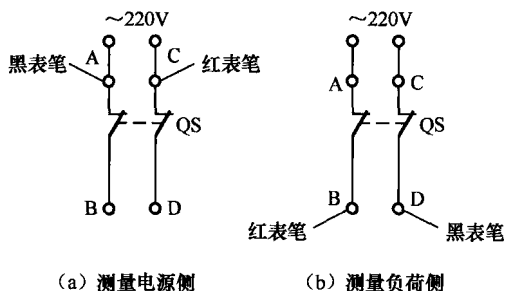

图 1-1-4 电压测量法排除刀开关断路故障示意图（一）
**步骤 2** 测量刀开关 QS 电源侧 A 点与 C 点之间的电压，测量结果电压 220V，表明电源正常，如图 1-1-4 (a) 所示。
**步骤 3** 合上刀开关 QS，测量刀开关 QS 负荷侧 B 点与 D 点之间的电压，若测量结果电压为零表明刀开关 QS 断路，如图 1-1-4 (b) 所示。